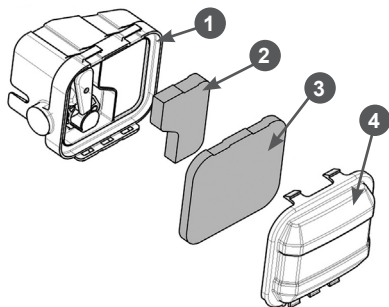

Рис. 20 Обслуживание воздушного фильтра
1. Снимите крышку воздушного фильтра 4 (Рис. 20).
2. Извлеките из корпуса 1 фильтрующие элементы 2 и 3 (Рис. 20).
5. Произведите очистку крышки 4 воздушного фильтра и корпуса 1, не допуская попадания пыли и грязи в карбюратор (Рис. 20).